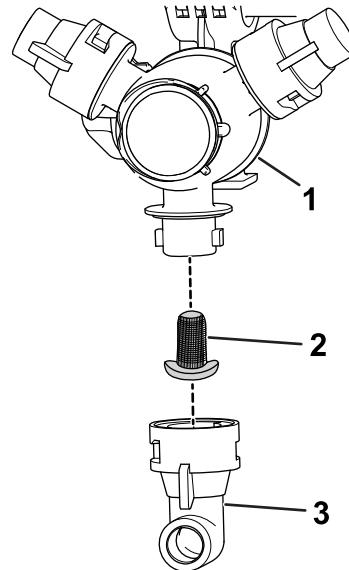

Figure 104
2. Déposez la buse de la tourelle de pulvérisation (Figure 104).
| 3. Retirez le filtre de buse usagé (Figure 104). |         |
4. Montez le filtre de buse neuf (Figure 104).
5. Montez la buse sur la tourelle de pulvérisation (Figure 104).